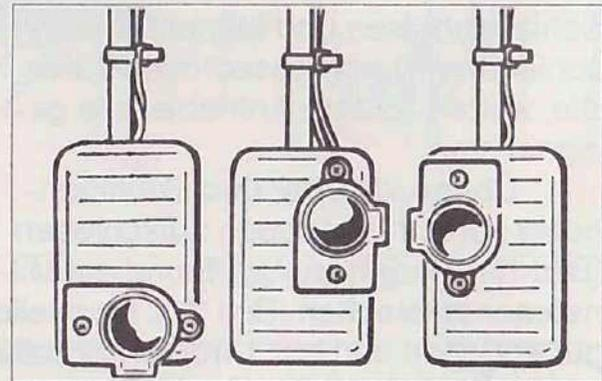

Bild 24
**8. Montage des Kupplungsschalters. (Nicht bei Fahrzeugen mit Automatik-Getriebe).** Kupplungsschalter so auf das Kupplungspedal schrauben, daß er beim Kuppeln sicher betätigt wird. Bei stark gewölbtem Kupplungspedal ist evtl. eine kleine Buchse als Abstützung zu verwenden (Bild 24–24 a).